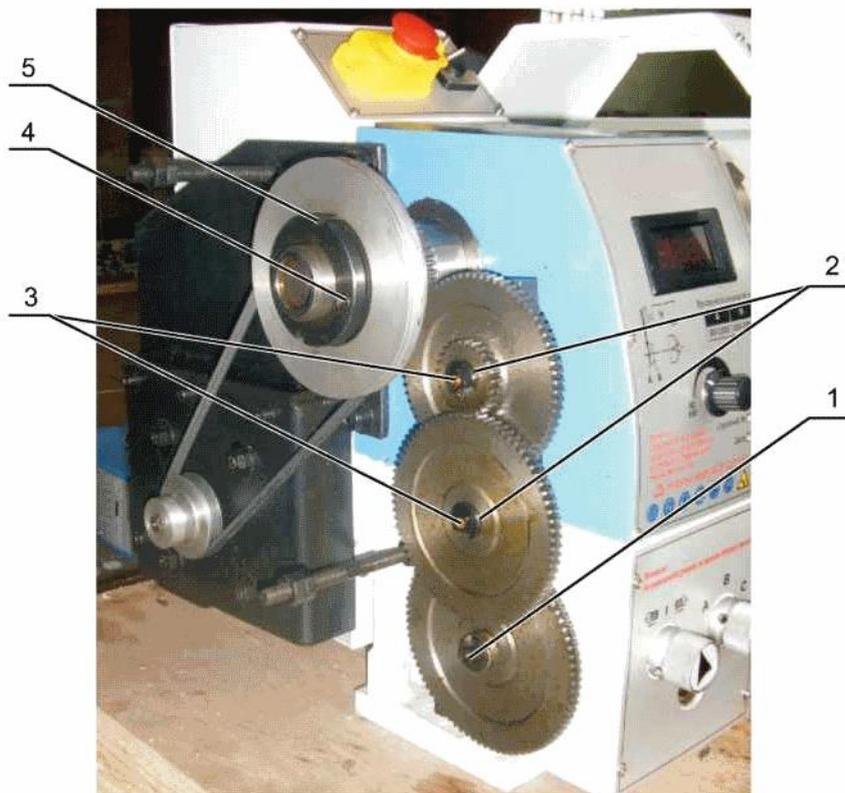

Рисунок 15
8.9 На зубчатые колеса гитары периодически наносите тонкий слой консистентной смазки. Смазку осей гитары производите через смазочные отверстия 3 (рисунок 15) жидкой смазкой.
- Отверните гайку 1 (рисунок 15) ходового винта и гайки 2 (рисунок 15) на осях гитары, снимите зубчатые колеса.
Ослабьте 2 винта 4 (рисунок 15). Затягивайте гайку 5 (рисунок 15) пока не выберете люфт. При этом шпиндель должен свободно вращаться. Затяните снова винты 4, не нарушая регулировку.